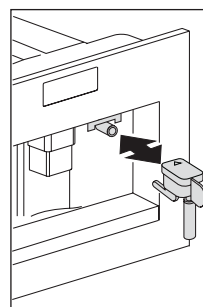

Рис. 13
- ▶ Убедитесь, что краник подачи воды на месте и подсоединен к носику (рис. 13).